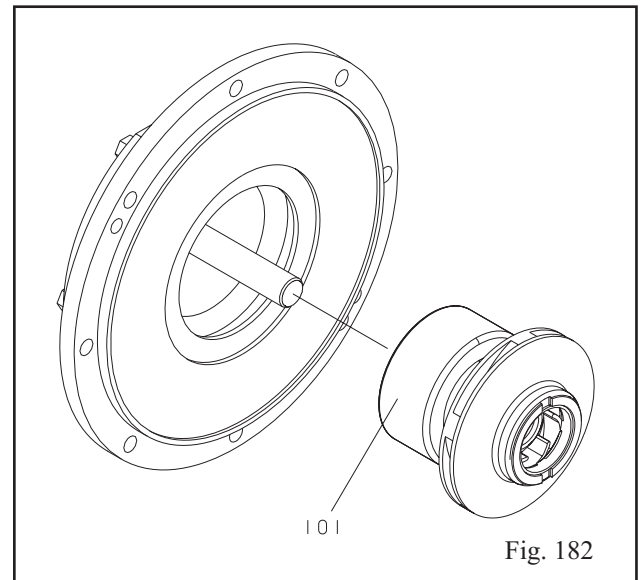

Fig. 182
12. Slide impeller assembly (101) onto shaft (Fig. 182).